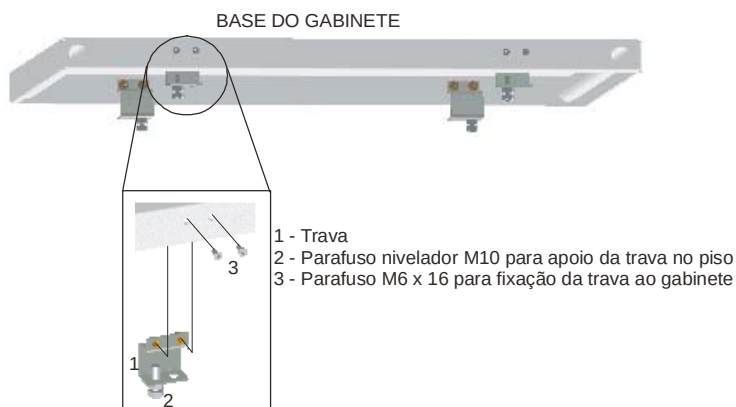

Figura 2: Detalhes das travas dos gabinetes
- Prenda as travas (1) na base do gabinete utilizando 2 parafusos M6 x 16 (item 3 da figura 2)
- Solte os parafusos niveladores M10 (item 2 da figura 2) até que os mesmos fiquem apoiados no piso de forma que o gabinete fique imóvel.